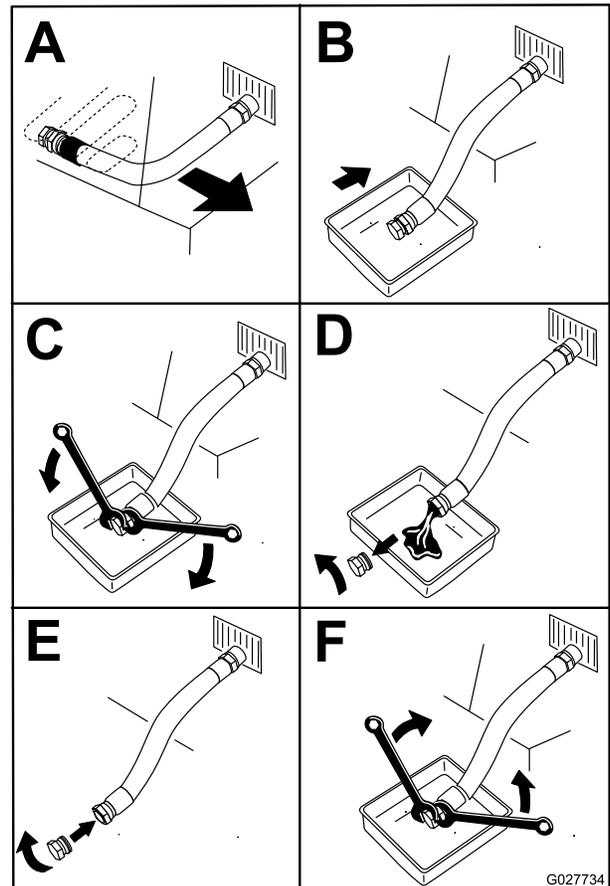

Figura 54
4. Desligue o motor, retire a chave e aguarde até que todas as partes em movimento parem antes de sair da posição de operação (Figura 54).